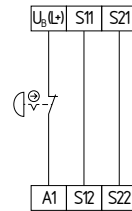

Abb. 4
**Einkanalige NOT-HALT-Schaltung mit Befehlsgeräten nach EN ISO 13850 und EN 60947-5-5 (siehe Abb. 4)**